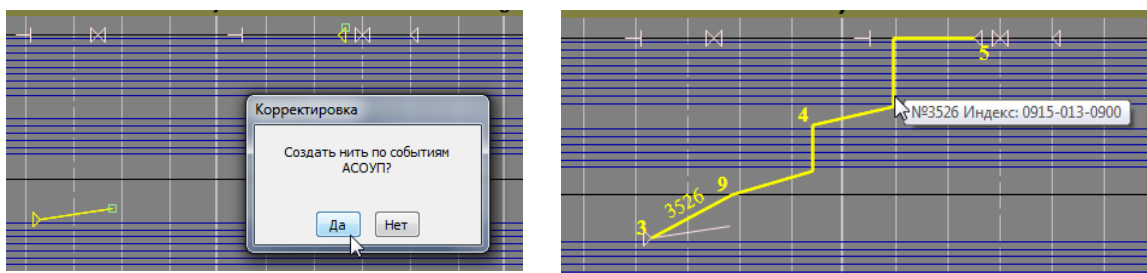

Рис.109.Создание нити по засечкам АСОУП
- в появившемся окне подтвердить создание нити по событиям АСОУП или отказаться от создания нити (см. рис.109).